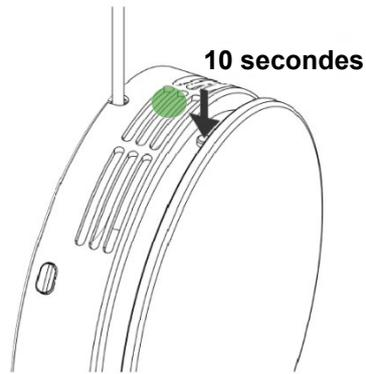

Figure 26 - Réinitialisez l'indicateur de filtre.
8. Après avoir effectué un test de fonctionnement, vous devez réinitialiser l'alarme du filtre. Allumez la centrale et appuyez sur le bouton pendant 10 secondes (voir Figure 26). Un voyant vert s'allume pendant 2 secondes pour indiquer que l'alarme a été réinitialisée.